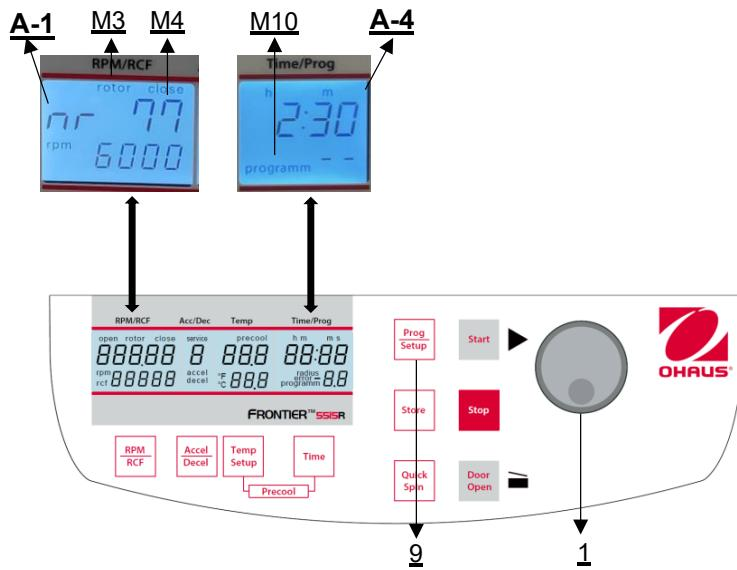

Figure 25
Pour rappeler les programmes mémorisés, appuyer sur la touche "Prog/Setup" (9) (voir Figure 25) alors que le couvercle est déjà fermé. Dans l'affichage "Time/Prog" (A-4), "program--" (M10) apparaît. Le numéro de programme souhaité peut être présélectionné à l'aide du bouton de réglage (1).
Pour quitter le mode programme, il suffit d'appuyer sur la touche "Prog/Setup" (9) (voir Figure 25). Ensuite, à l'intérieur de l'écran